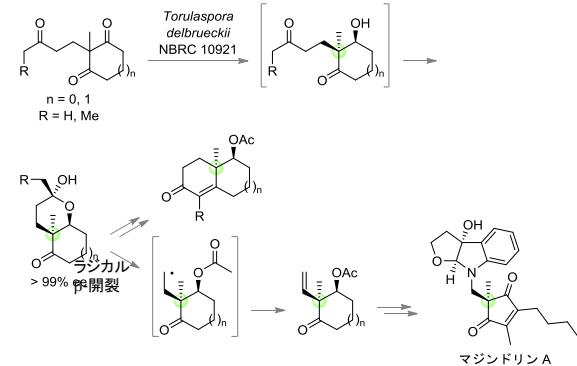

図2 微生物反応と有機合成を活用した
- プロキラルなカルボニル化合物に作用する微生物を探索し、酵母の一種 *Torulaspora delbrueckii*を選択し、不斉還元を行いました（図2）。
- 還元され生成したアルコールは、分子内環化反応を経て、光学的に純粋な二環性化合物へと変換しました。また、ラジカルb-開裂などの化学変換を開発し、インターロイキン6の活性阻害剤マジンドリンAの形式全合成に成功しました（図2）。